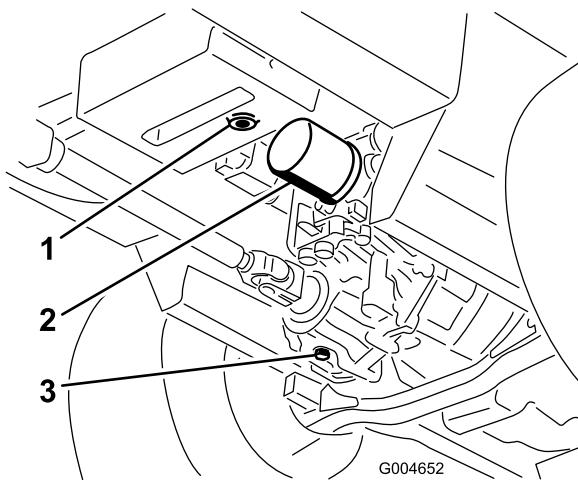

図 57
3. 油圧オイルタンクとトランスミッションケースの下にオイルを受ける大型の容器を置き、それぞれのドレンプラグを外してタンク内のオイルを完全に排出、回収する(図 57)。
4. 油圧オイルフィルタ取り付け部の周辺をウェスできれいに拭き、フィルタを外す(図 57)。